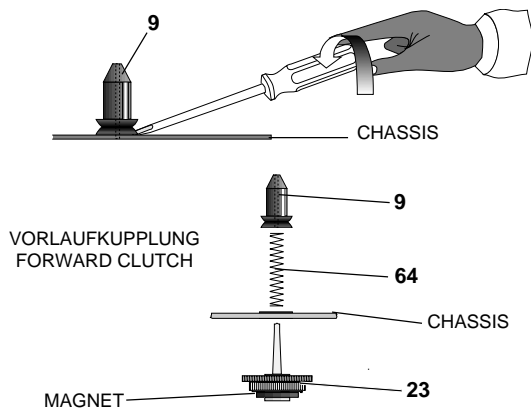

Fig. 11
- Wickeldorn 9 aushebeln und abziehen (Fig. 11 und 12).
- Lift off and remove the spindle 9 (Figs. 11 and 12).